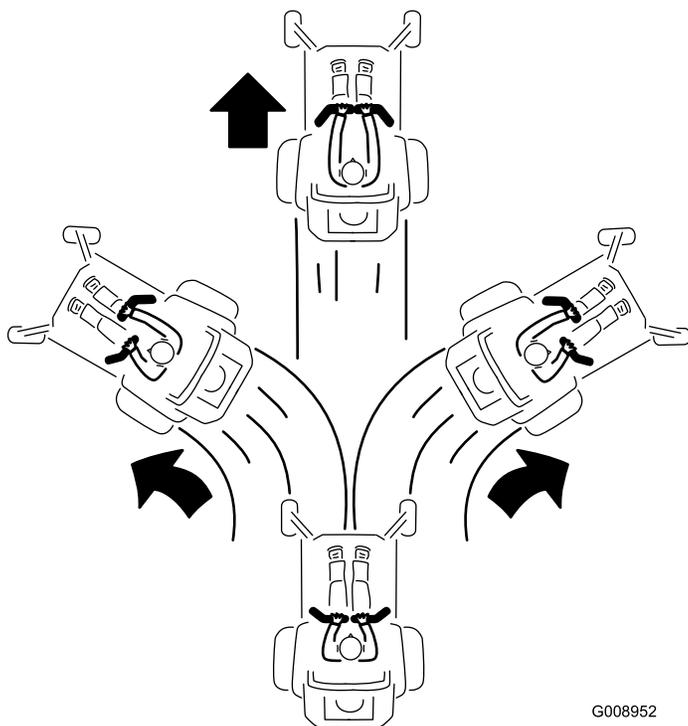

Рисунок 27
3. Для перемещения вперед нажмите на рычаги управления движением вперед (Рисунок 27).